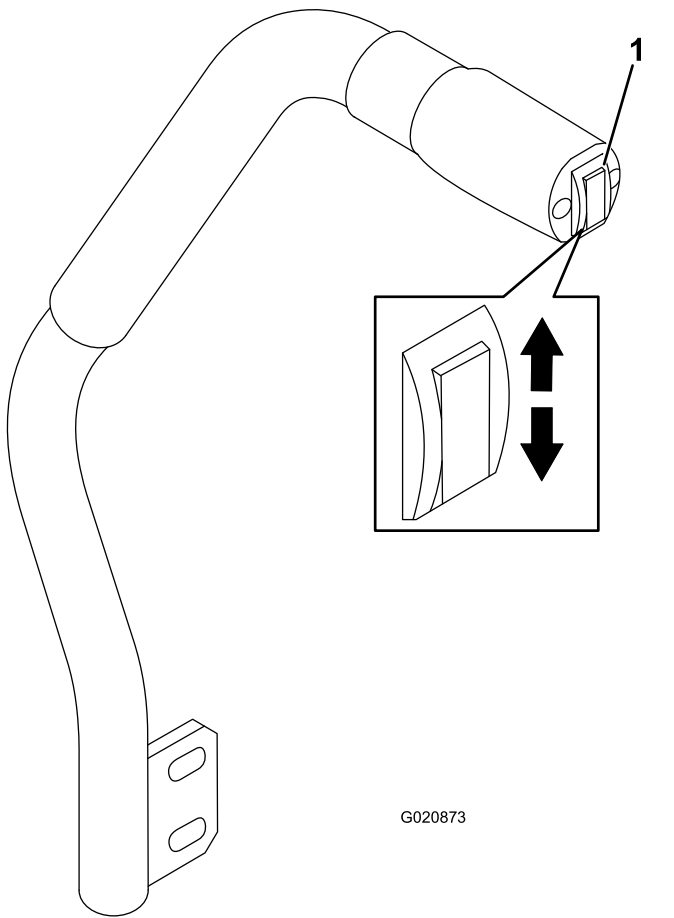

图 22
刀盘提升开关可升降滚刀组图 22。发动机必须运行才能使用此控制杆。
- 要放下滚刀组请向下推动刀盘提升开关图 22。
- 要升起剪草机刀盘请向上推动刀盘提升开关图 22。
1. 在发动机运行的同时向上推刀盘提升开关直至滚刀组完全升起然后**立即松开开关**图 22。